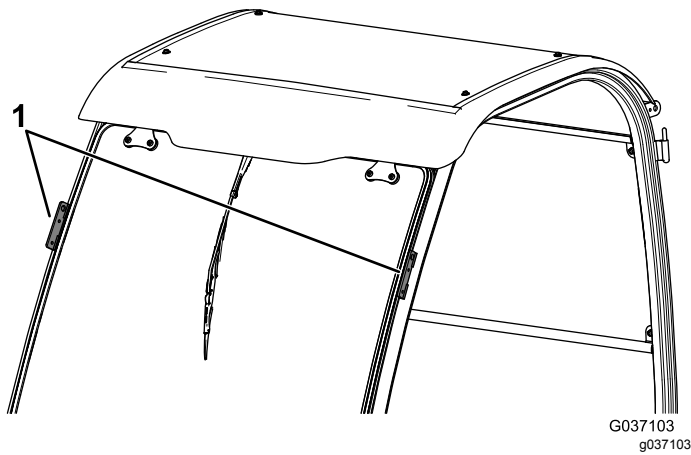

Bild 11
- Heben Sie den Kabinenrahmen an den Hebestellen hoch und setzen Sie ihn auf die Maschine (**Bild 11**).